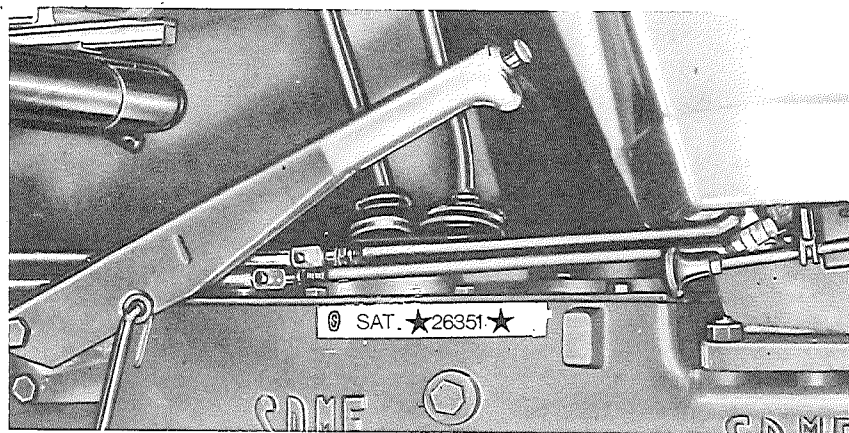

Fig. 3
- 1 numéro de série du tracteur (fig. 3)